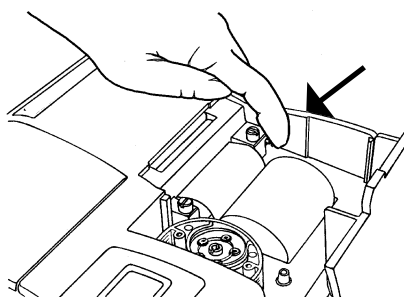

Fig. 6-7 Botón de avance del papel
6. Para hacer avanzar el papel tras la instalación inicial, presione el botón rojo de avance del papel situado en la parte izquierda de la impresora. (Fig. 6-7).